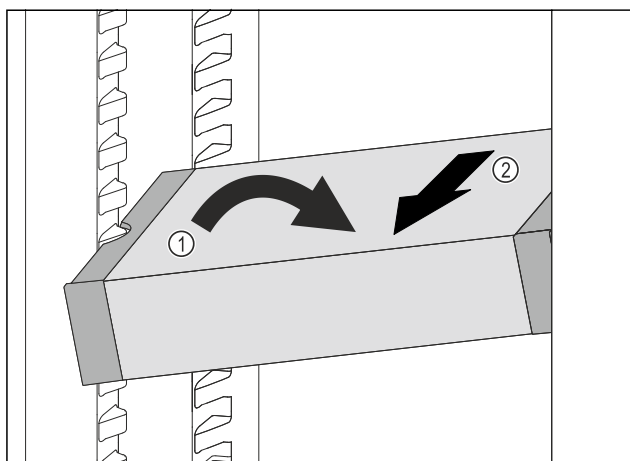

Fig. 134
- Predal VarioSafe postavite v hladilniku postrani. Fig. 134 (1)
- Predal VarioSafe izvlecite v smeri naprej. Fig. 134 (2)